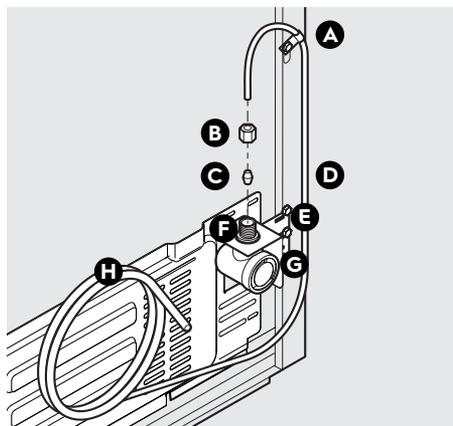
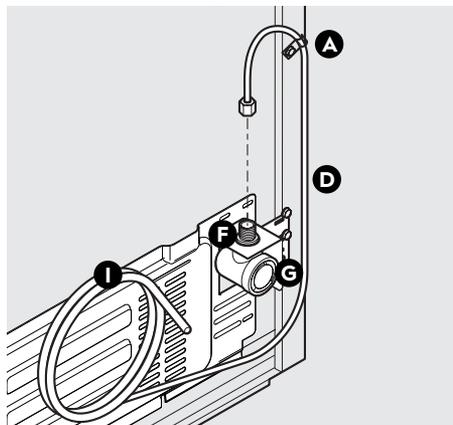

Figure 1
Figure 2
4. Si vous utilisez un tuyau en cuivre : faites glisser l'écrou de compression en laiton, puis placez la bague (raccord) sur la conduite d'alimentation en eau. Poussez le tuyau d'alimentation en eau dans l'entrée de la vanne d'alimentation en eau aussi loin que possible (6,4 mm/¼ po). Faites glisser la bague (raccord) dans l'entrée de la vanne et serrez à la main l'écrou de compression sur la vanne. Serrez un autre demi-tour avec une clé. NE PAS trop serrer. Consultez la figure 1.
- Si vous utilisez un tuyau flexible tressé en acier inoxydable, l'écrou est déjà assemblé sur le tuyau. Faites glisser l'écrou sur l'entrée de la vanne et serrez l'écrou à la main sur la vanne. Serrez un autre demi-tour avec une clé. NE PAS trop serrer. Consultez la figure 2.
D	Conduite d'eau - Cuivre (Fig. 1) Acier inoxydable flexible tressé (Fig. 2)